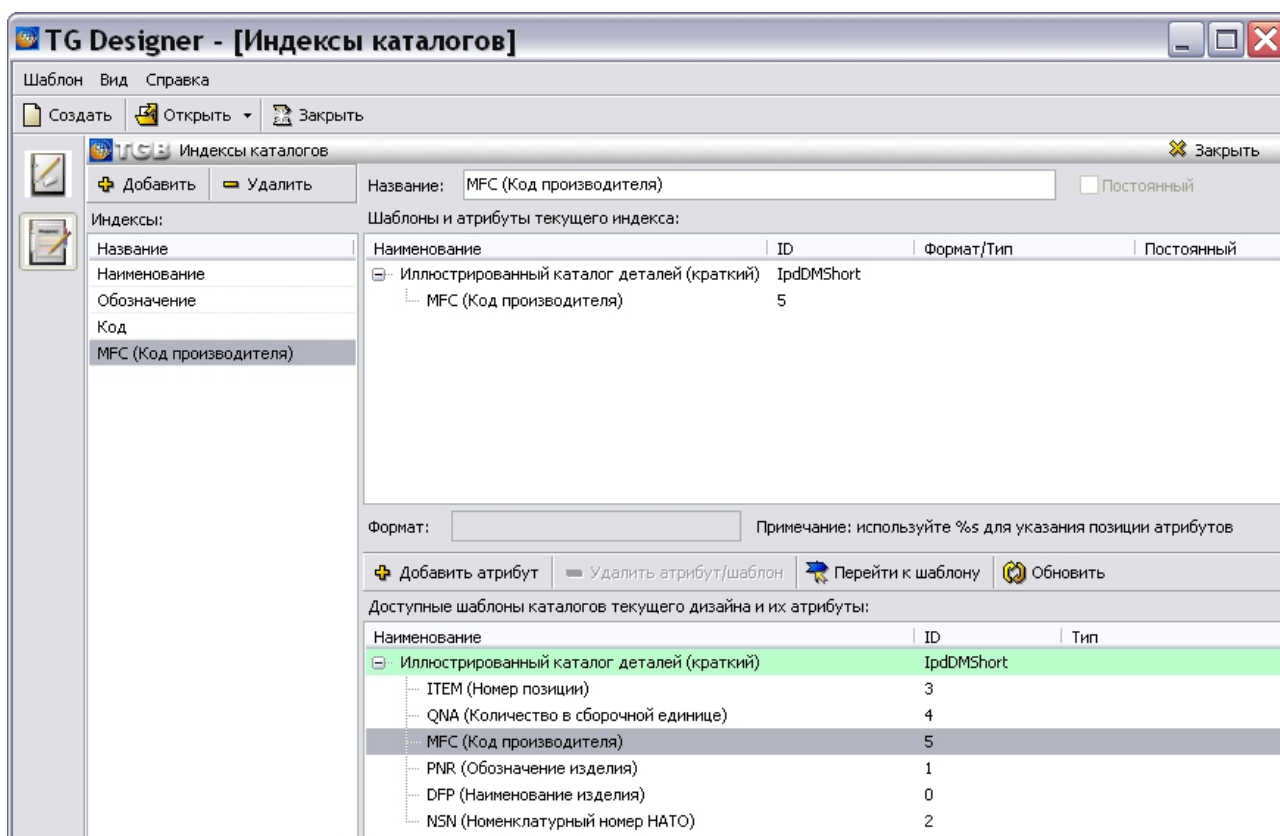

Рис. 5.5
4. В левом окне выделите индекс «MFC (Код производителя)» (Рис. 5.5).
5. В правом нижнем окне, в дереве шаблона «Иллюстрированный каталог деталей (краткий)», укажите атрибут, соответствующий выбранному индексу. Рекомендуется выбирать одноименный или равнозначный атрибут. Укажите атрибут «MFC (Код производителя)» (Рис. 5.5).
6. На панели инструментов этого окна нажмите на кнопку **Добавить атрибут**. После этого у текущего индекса в правом верхнем окне появится название атрибута и имя каталога, из которого он выбран (Рис. 5.5). В колонке **ID** указано обозначение каталога и номер атрибута, который задаётся при создании атрибута в редакторе шаблона каталога.